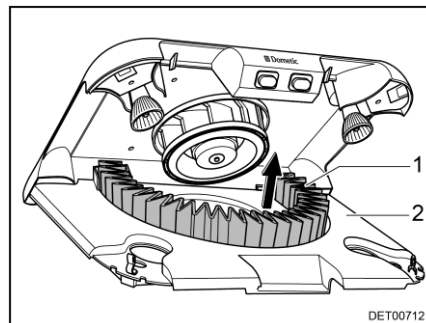

Fig. 153 Remplacer le filtre à charbon actif
- Retirer le filtre à charbon actif (Fig. 153,1) de son support par le haut.
- Pivoter le support à filtre (Fig. 153,2) vers le haut jusqu'à ce qu'il s'encastre.